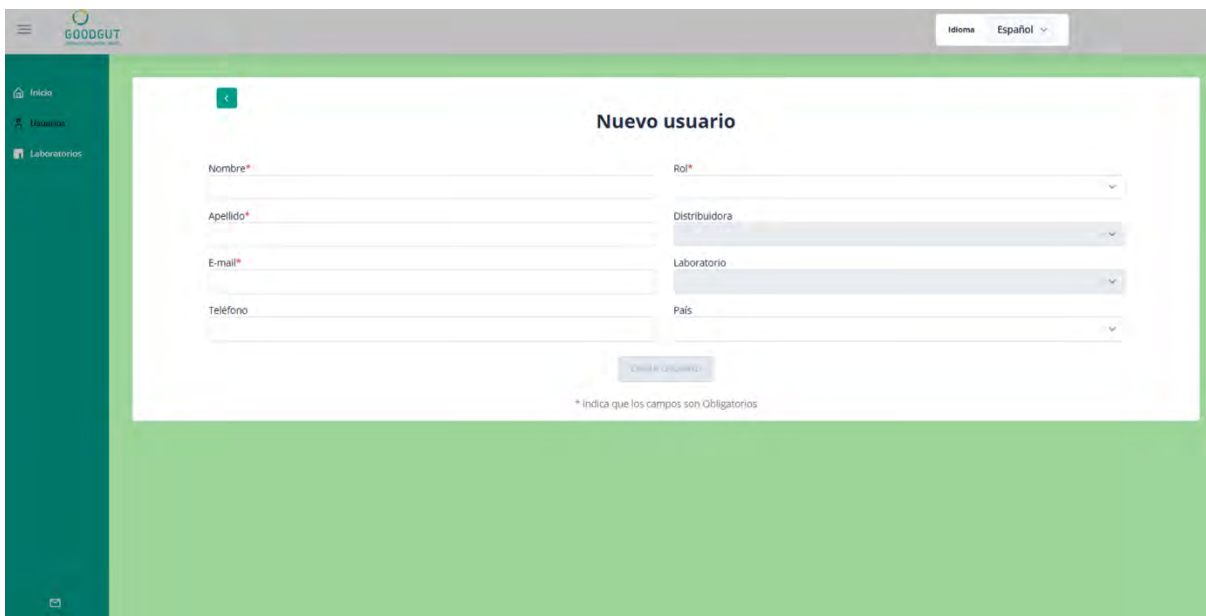

Figura 3. Pantalla de carga de los datos para crear un nuevo usuario para los distribuidores.
- Para crear un nuevo usuario, el usuario debe presionar el botón “Nuevo usuario”, situado en la parte superior derecha de la pantalla. Al presionar el botón, el sistema abre una pantalla de carga (Figura 3), la cual cuenta con los siguientes campos: